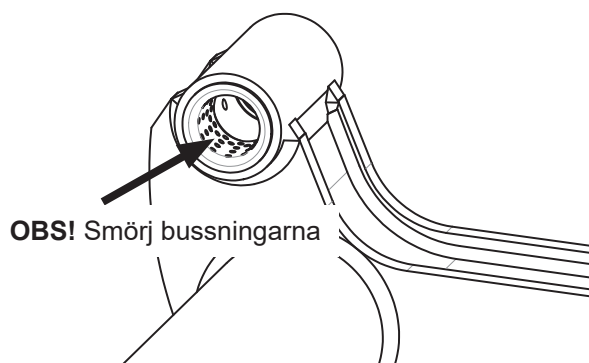

Bild 31. Var noga att initialsmörja metallbussningar
2. Smörj metallbussningarna på övre lagring av arm, se till att de små hålen på bussningens insida är fyllda med fett. Se Bild 31. Använd Zepro smörjmedel eller motsvarande.